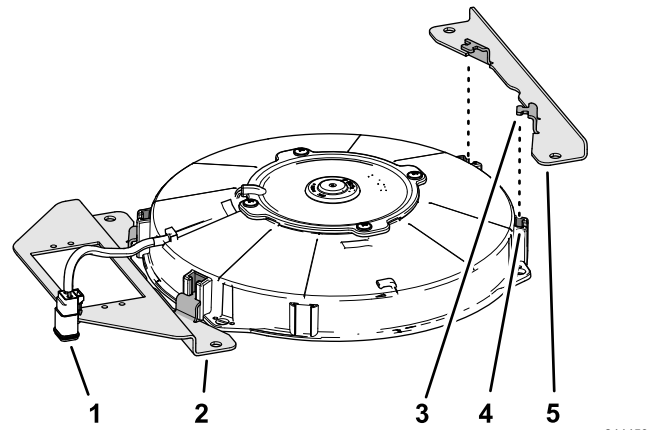

Figura 3
2. Inserte las 2 pestañas de montaje del soporte de montaje de ventilador largo en las ranuras de la carcasa del ventilador (Figura 3) que identifiqué en el paso 1.
3. Inserte las 2 pestañas de montaje del soporte de montaje de ventilador corto en las otras 2 ranuras de la carcasa del ventilador de refrigeración (Figura 3).
1. Localice las 2 ranuras en la carcasa del ventilador de refrigeración más cercana al arnés del ventilador con el conector hembra de 2 vías (Figura 3).